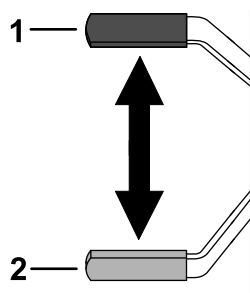

Figura 17
- Per inserire il freno di stazionamento, tirate indietro e verso l'alto la leva del freno (Figura 17).
- Per disinserire il freno di stazionamento, tirate indietro la leva e poi in basso (Figura 17).